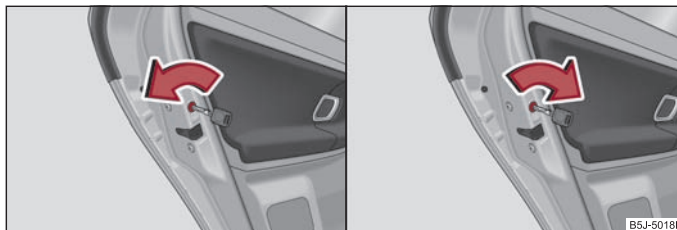

Fig. 25 Activarea siguranței pentru copii: pentru autovehiculele fără, respectiv cu închidere centralizată
- În cazul autovehiculelor fără închidere centralizată, rotiți fanta siguranței la ușa stângă spre stânga ⇒ fig. 25, respectiv la ușa dreaptă spre dreapta.
- În cazul autovehiculelor cu închidere centralizată, rotiți fanta siguranței la ușa stângă spre dreapta, iar la ușa dreaptă spre stânga ⇒ fig. 25.